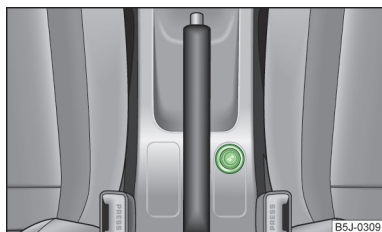

Fig. 64
- Pulsar el botón del encendedor » fig. 64.
En la consola central delantera » fig. 64 de la página 70.